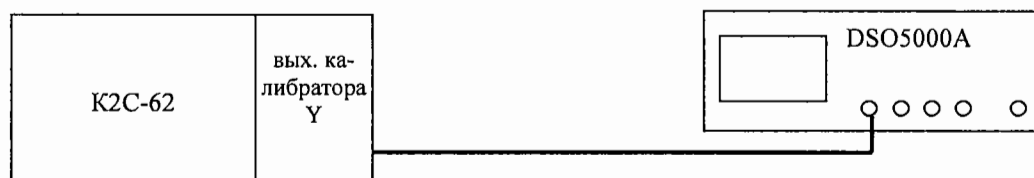

Рис. 1.
6.2.2 Проверить работу органов управления, для этого собрать измерительную схему в соответствии с рис. 1.
6.3.1.1 Собрать измерительную схему в соответствии с рис. 1.